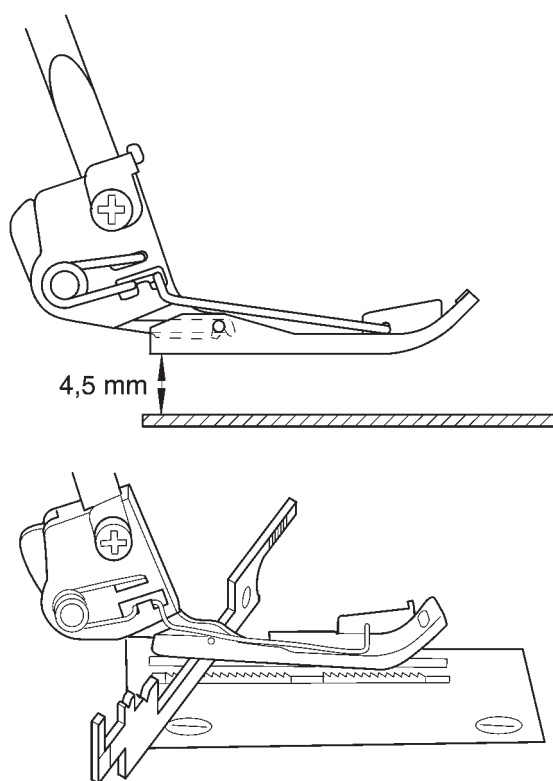

Рис. 16
- При поднятом вверх рычаге подъема прижимной лапки введите под лапку установочный шаблон согласно рис. 16.